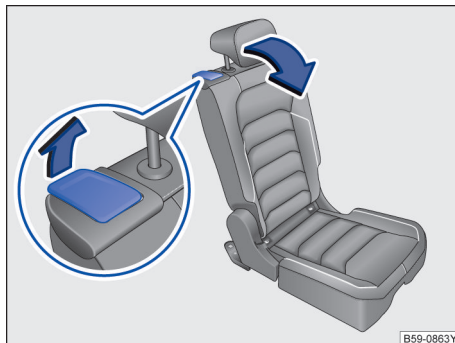

图 79 第二排座椅：上车辅助功能的操作杆
- 沿箭头方向拉起操作杆→图 79 向前拉后座椅，并将后座椅靠背向前翻折→▲。
- 拉住操作杆→图 79 并将后座椅靠背往后翻折到靠背垂直卡止位置，然后往后推座椅到坐垫锁止位置→▲。